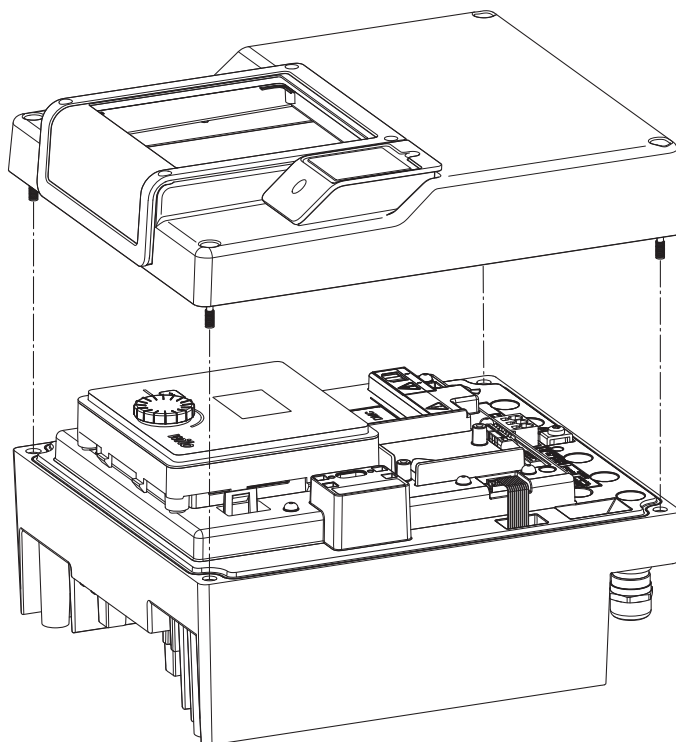

Fig. 45: Öppna elektronikmodulens kåpa
- Öppna elektronikmodulens kåpa. (Fig. 45).